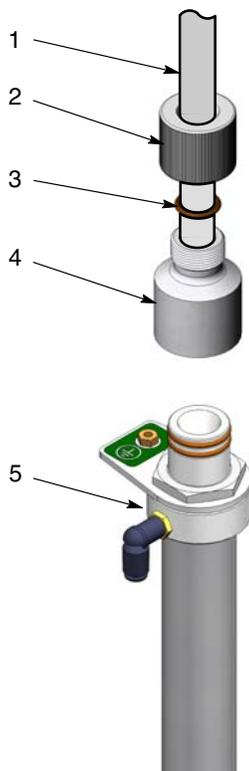

Figure 7 Ensemble adaptateur de tube de prélèvement
**REMARQUE :** Les ensembles adaptateurs de tube de prélèvement existent pour les tubes de prélèvement avec ou sans joint torique externe. La figure 7 représente un tube de prélèvement muni d'un joint torique externe.
1. Voir la figure 7. Couper l'extrémité du tuyau d'aspiration (1) d'équerre avec un coupe-tuyau.
2. Introduire environ 5 cm du tuyau d'aspiration à travers l'écrou de fixation (2).
3. Monter le joint torique (3) sur le tuyau d'aspiration.
4. Enfoncer le tuyau d'aspiration dans l'adaptateur de pompe (4) jusqu'à ce qu'il touche le fond.
7. Monter l'adaptateur sur le tube de prélèvement (5) par un mouvement de torsion.